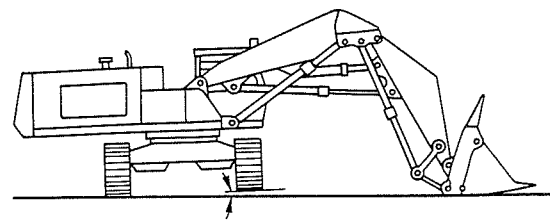

Fig. 2 Laufwerksrahmen ganz leicht angehoben
- b) Schlagen Sie die Bolzen (3), (4), (5) und (6) gemäß der Skizze A in dieser Abbildung mit einem Hammer und einer Verlängerung (Werkzeugnummer 4514777) von außen heraus. Sollten die Bolzen nur sehr langsam und schwer herauszuschlagen sein heben Sie den Fahrwerksrahmen mit Hilfe der Arbeitsausrüstung ein wenig an um eventuelle Belastungen auf die Bolzen verringern zu können. Beachten Sie die Abbildung 2 auf dieser Seite.